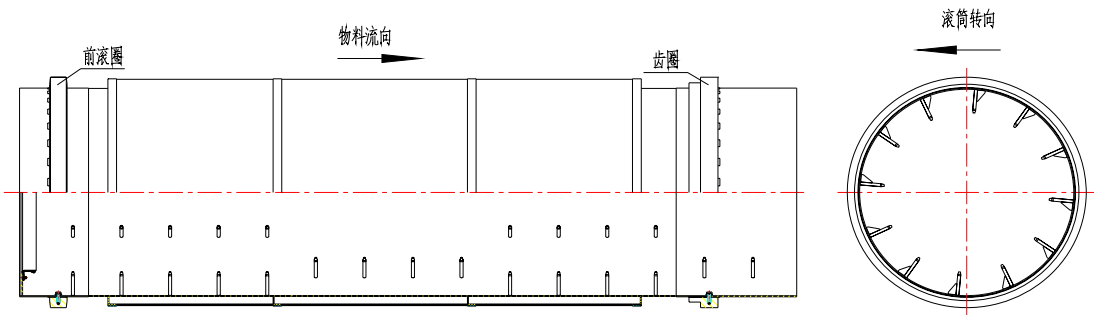

图 5 SJ233B 型加香机滚筒示意图
滚筒（见图 5）是烟丝的承载体，由不锈钢板卷制而成。滚筒两端外壁上各套有一个滚圈，置于机架的辊轮装置上，支承并带动滚筒转动，滚筒内壁装有拨料杆，使滚筒内的烟丝能够不断地翻动、掺合、均匀、松散地向出料口方向流动，同时进行加香处理。当进入滚筒清洗时，清洗人员须穿戴安全防护品，谨防滚筒内壁的拨料杆伤人。
- c) 加香机电气外联图(见图 5)。